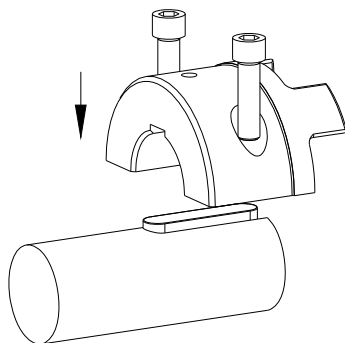

Figura 7
- Coloque la semi-parte superior del primer cubo-SPLIT sobre el árbol con los tornillos cilíndricos colocados (véase figura 7).